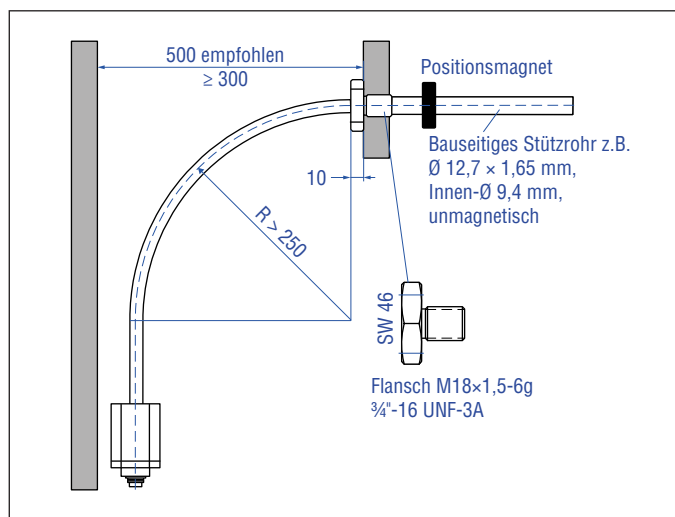

Abb. 31: Abstände für die Montage und Handhabung
3. Halten Sie bei der Montage/Demontage des Sensors einen Mindestabstand von 300 mm zu einer räumlichen Begrenzung ein. Der empfohlene Abstand beträgt 500 mm (Abb. 31).